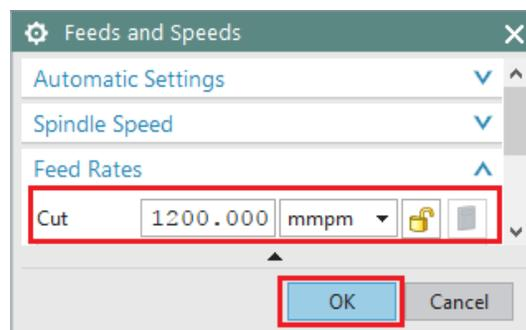

Figura 3.32 Feeds and Speeds
- En la opción **Feeds and Speeds**, cambiar el valor de **Cut** a 1200 mmpm, que se encuentra en la opción **Feed Rates**, después de esto dar click en *Ok* (Figura 3.32).